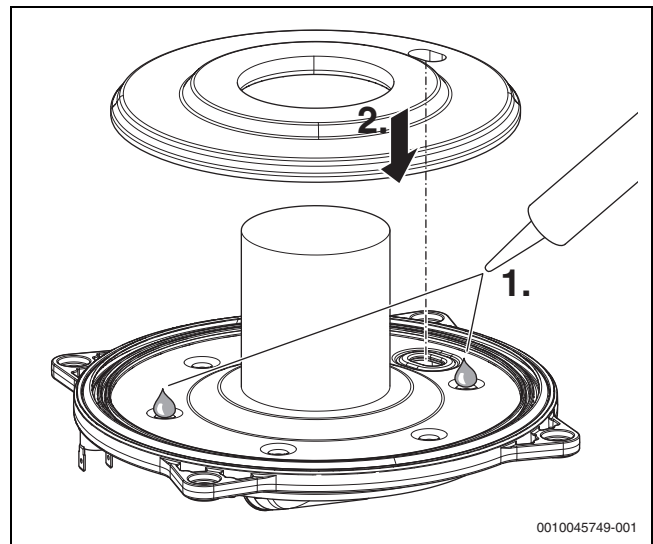

Fig. 65 Aplicar pegamento de silicona y colocar el nuevo aislamiento
- Aplicar adhesivo termorresistente de silicona (silicona termorresistente (>250 °C)) en ambas ranuras, tal como se lo visualiza en → fig. 65.